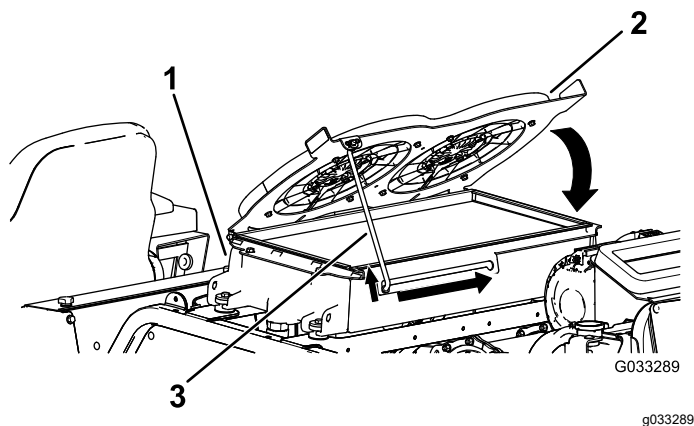

Figure 120
- Faites pivoter les ventilateurs de refroidissement hydrauliques vers le bas et calez la béquille dans le cran (Figure 120).